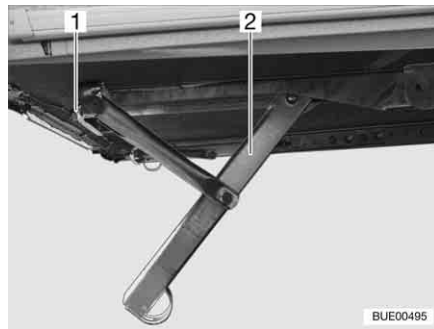
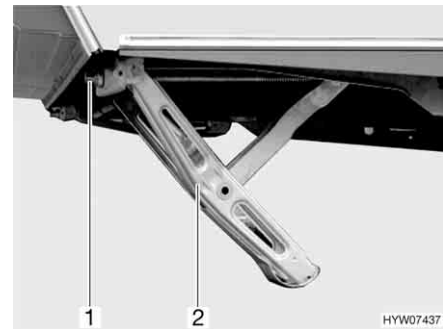

Fig. 19 Stabilisateur abaissé (variante 1)
Fig. 20 Stabilisateur abaissé (variante 2)
- Pour cela, placer la manivelle livrée en série avec la caravane sur l'écrou à six pans (Fig. 19,1 ou Fig. 20,1) du stabilisateur (Fig. 19,2 ou Fig. 20,2).